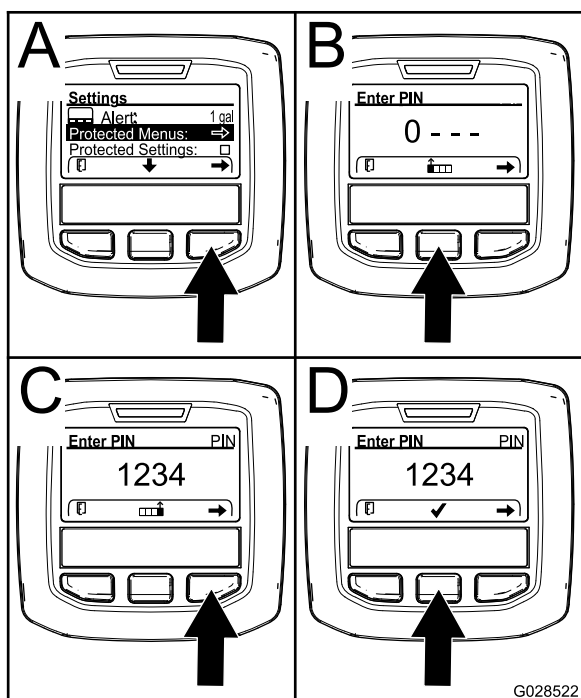

Рисунок 11
МЕНЮ) и нажмите правую кнопку (Рисунок 11А).
3. Чтобы ввести ПИН-код, нажмите среднюю кнопку и удерживайте ее в нажатом положении до появления первой цифры, затем нажмите правую кнопку, чтобы перейти на следующую цифру (Рисунок 11В и Рисунок 11С). Повторяйте этот пункт до тех пор, пока не будет введена последняя цифра, затем нажмите правую кнопку еще раз.